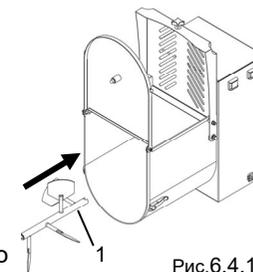

Рис.6.4.1
- Возьмите шнек «1», Рис. 6.4.1, и вставьте его в чан фронтально.